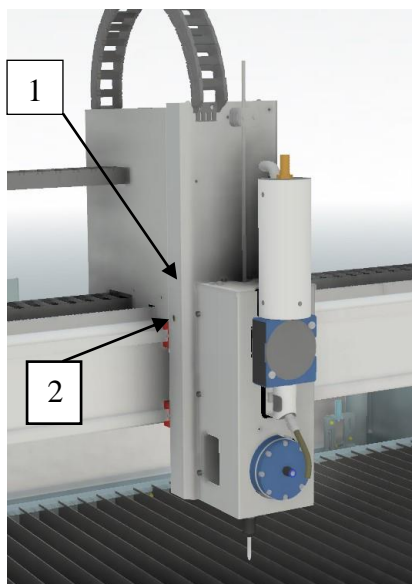
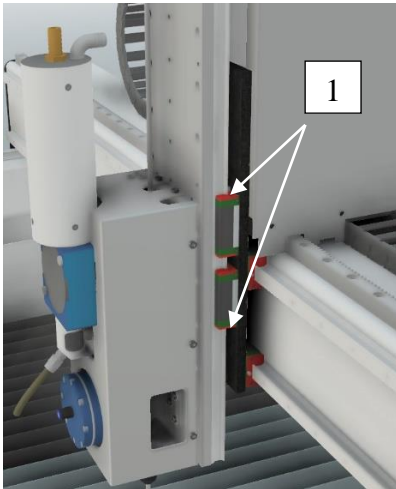

Abb.61: Lage der Schmiernippel Z-Achse (Pfeile)
Abb.62: Lage der Schmiernippel ohne Abdeckung der Z-Achse
Die Schmiernippel der Z-Achse befinden sich hinter der Abdeckung (Abb. 61 /1) der Z-Achse.
Insgesamt sind vier Schmiernippel (Abb. 62 /1), jeweils zwei pro Seite, an der Z-Achse vorhanden. In der Abdeckung der Z-Achse (Abb. 61/1) befindet sich an jeder Seite eine Bohrung (Abb.61/2), um an den dahinterliegenden Schmiernippel zu gelangen. Dafür muss die Z-Achse in die richtige Position gefahren werden. Um an alle vier Schmiernippel zu gelangen, muss die Z-Achse in zwei Positionen gefahren werden.
1. Z-Achse so positionieren, dass sich die Schmiernippel direkt über den Bohrungen der Abdeckung (Abb. 61 /2) befinden.
3. Schutzkappen von Schmiernippeln der Z-Achse entfernen (Abb. 62 /1), falls vorhanden.
10. Z-Achse so positionieren, dass sich die zwei nächsten Schmiernippel direkt über den Bohrungen der Abdeckung (Abb. 61 /2) befinden.